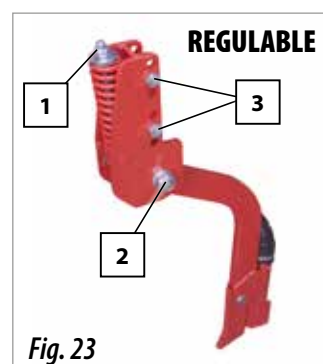

Fig. 23
Para regular la presión que ejercerá el brazo sobre el terreno debe actuar sobre la tuerca del muelle (1, Fig. 23). Estos brazos están sujetos al soporte mediante un tornillo estampado SOLÁ (2, Fig. 23) provisto de tuerca autoblocante, que al actuar sobre la misma se controla la holgura del brazo. Estos brazos son regulables en profundidad, permitiendo bajar los brazos para regular su altura:
- 1- Sacar los tornillos y tuercas (3, Fig. 23).
- 3- Introducir los tornillos y tuercas en el nuevo alojamiento (3, Fig. 23).